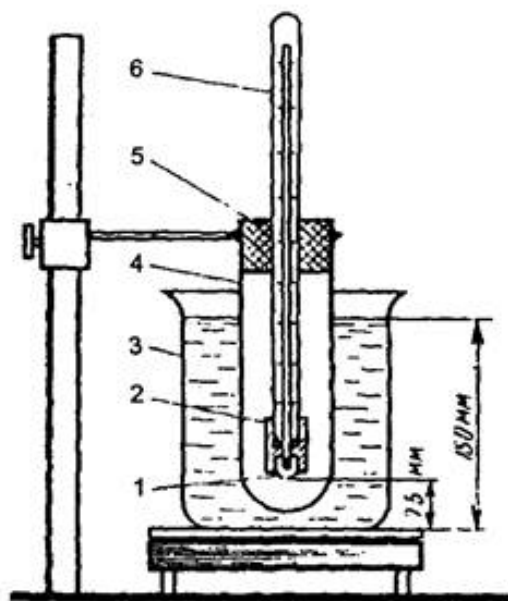

Рис. 4.1. Прибор для определения температуры каплепадения смазок:
Для определения температуры каплепадения смазки пользуются специальным прибором (ГОСТ 6793—74), схема которого показана на рис. 4.1.
1. Вынуть чашечку 1 (см. рис. 4.1) из прибора и заполнить ее с помощью шпателя смазкой, которая подлежит испытанию, не допуская образования пузырьков воздуха в смазке.